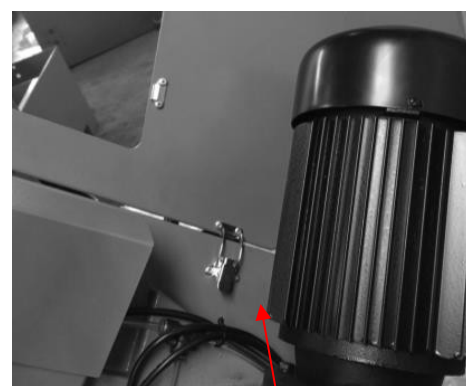

Abb. 22-1
3. Sécurisez le couvercle en position haute en fermant le loquet AY (Fig. 22-1).